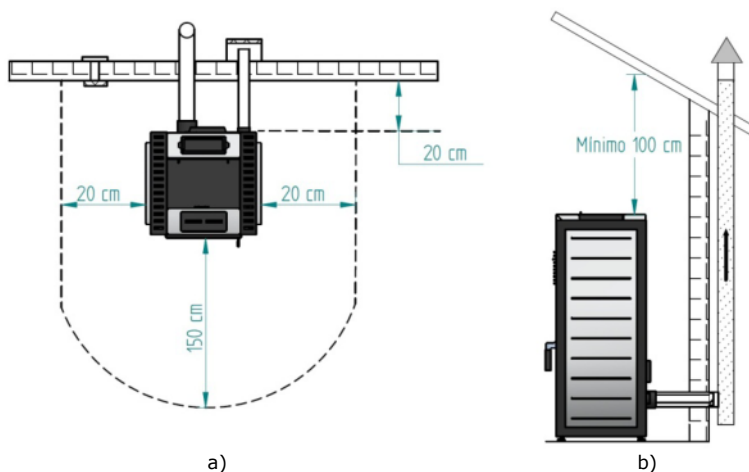

Figura 9 - Distâncias mínimas de todas as superfícies: a) vista superior da instalação do equipamento; b) vista lateral da instalação do equipamento
As distâncias mínimas da salamandra a *pellets* às superfícies especialmente inflamáveis estão representadas na Figura 9. No topo da salamandra é necessário manter uma distância mínima de 100 cm a partir do tecto da sala especialmente se estes contêm na sua composição material inflamável. A base onde apoia a salamandra não pode ser em material combustível (ex. alcatifa), pelo que deverá existir sempre uma protecção adequada.
- Conforme indicado na Figura 9, a conduta de exaustão deve ser realizada de modo a que a limpeza e a manutenção sejam asseguradas pela inserção dos pontos de inspecção.